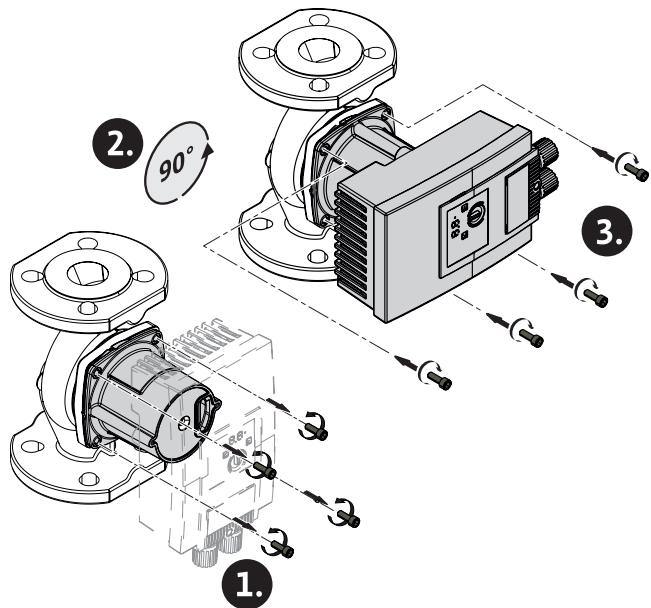

Fig. 5: Orientation du moteur
2. Desserrer la tête du moteur et tourner avec précaution → Fig. 5.